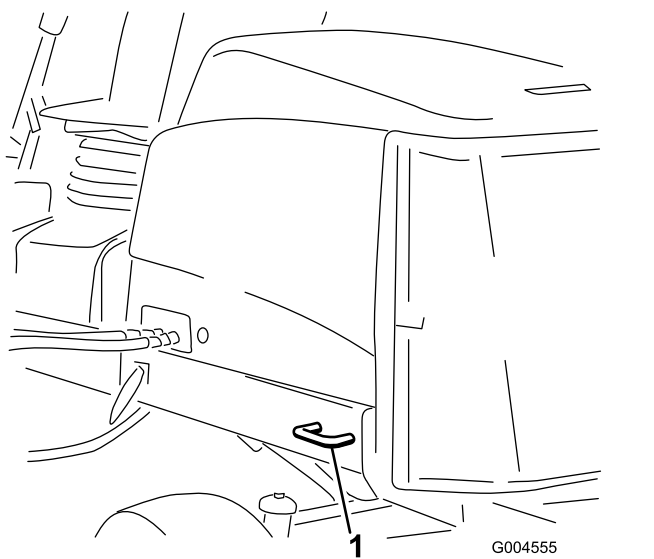

Рисунок 70
- Надежно привяжите машину к точкам крепления. И передние, и задние стропы должны быть направлены вниз и в сторону от машины; см. Рисунок 69 и Рисунок 70.
- В задней части – используйте каждую сторону машины на задней раме (Рисунок 70)